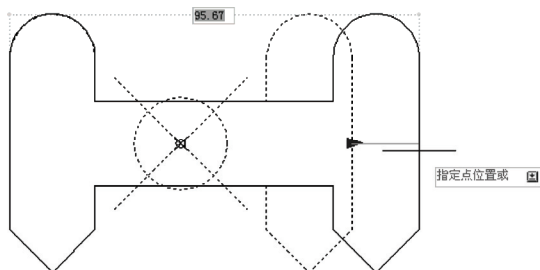

图 9-12 测试拉伸动态块
4) 单击“保存块”按钮进行保存, 单击“测试块”按钮进入“测试块”窗口, 单击右边竖直线段的中点进行拖动, 就会发现该块只能在 80~100 的范围内进行拖动, 如图 9-12 所示。